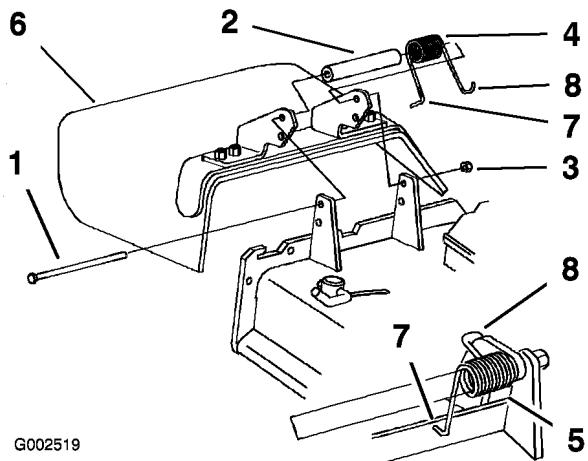

Figure 73
- Retirez le contre-écrou, le boulon, le ressort et l'entretoise qui fixent le déflecteur aux supports de pivot (Figure 73).
Remarque: Prenez soin de placer l'extrémité en **L** du ressort derrière le bord du plateau avant de mettre le boulon en place, comme illustré (Figure 73).
- Accrochez l'extrémité en **J** du ressort au déflecteur d'herbe (Figure 73).